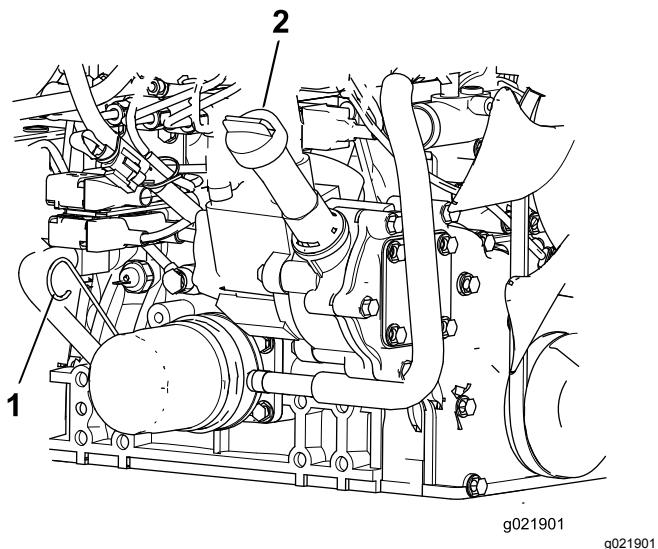

Figura 71
3. Retire la varilla, límpiela, vuelva a colocarla en el tubo y retírela de nuevo. El nivel de aceite debe estar entre las marcas "lleno" y "añadir" (Figura 71).
4. Si el nivel de aceite es bajo, retire el tapón de llenado (Figura 71) y añada suficiente aceite para que llegue entre las marcas "lleno" y "añadir". No llene demasiado.